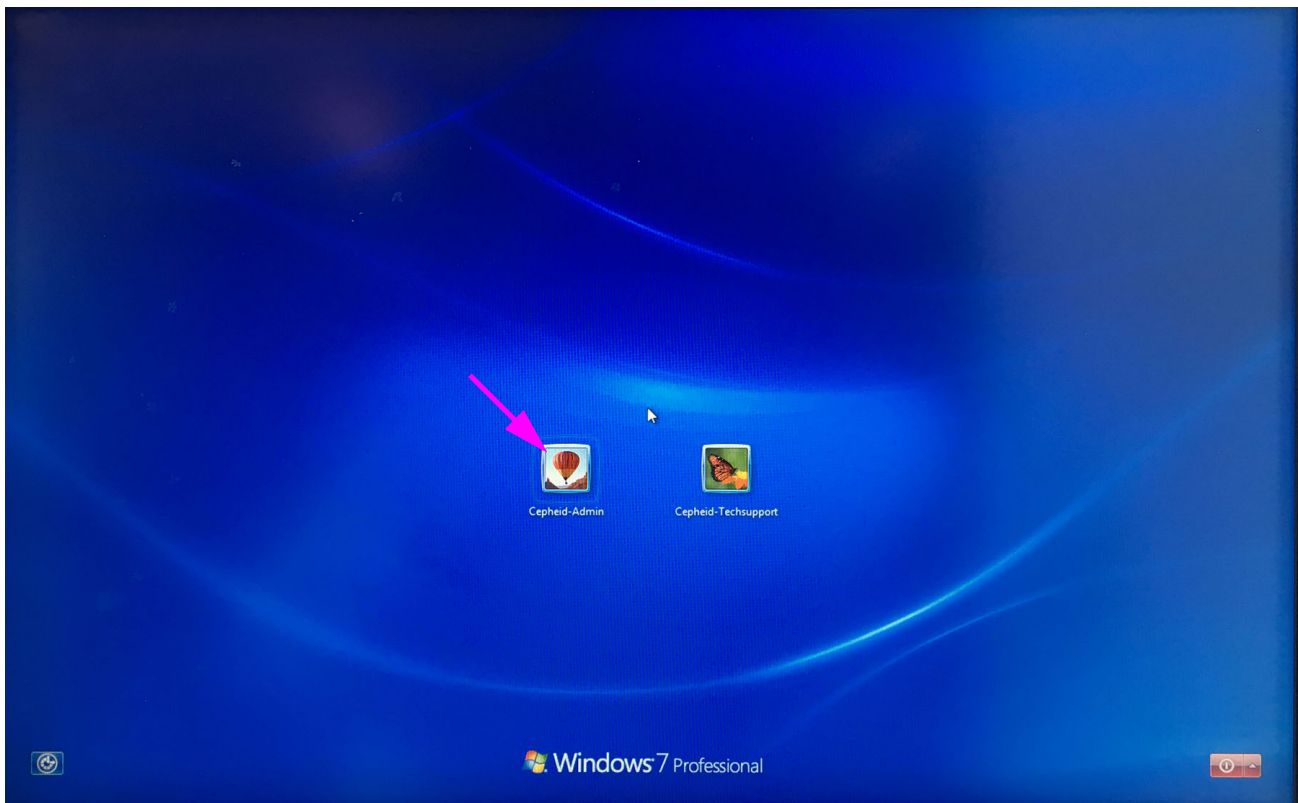
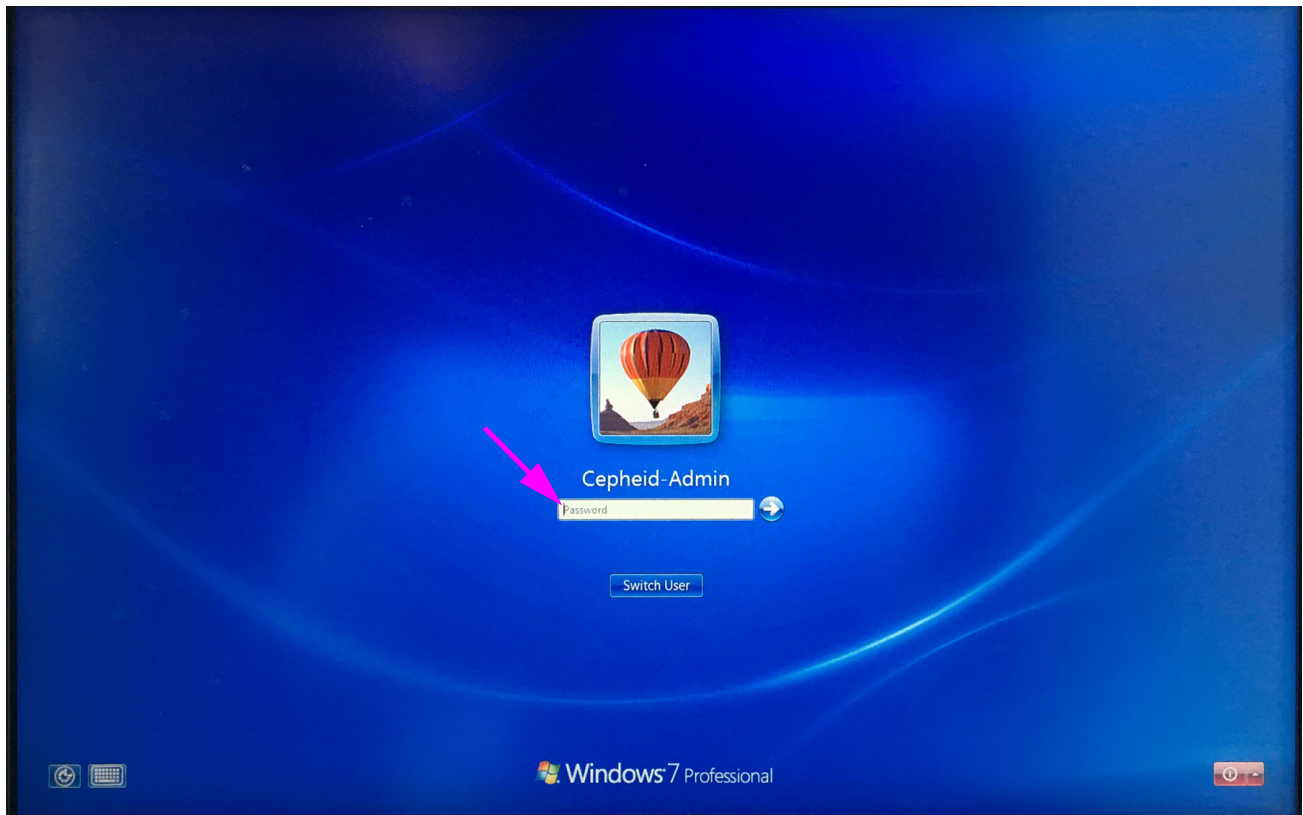

Figura 2-2. Ecrã de contas do Windows 7
Figura 2-3. Ecrã de palavra-passe do Windows 7
1. No Windows 7, após o arranque, vai surgir o ecrã de contas do Windows. Ver Figura 2-2.
A conta **Cepheid-Admin** é utilizada para todas as tarefas do cliente, tais como a execução de testes, configuração do sistema e atualizações do software. A conta **Cepheid-Techsupport** destina-se a ser utilizada apenas pela Assistência técnica da Cepheid, como ilustrado na Figura 2-2.
2. No ecrã de contas do Windows, seleccione a conta de utilizador **Cepheid-Admin** (ver Figura 2-2). Aparece o ecrã de palavra-passe do Windows. Ver Figura 2-3.
3. No ecrã de palavra-passe do Windows (ver Figura 2-3), digite a palavra-passe. A palavra-passe predefinida é **cphd** e tem de ser alterada quando iniciar sessão pela primeira vez (tal como indicado pelo software). Depois de a palavra-passe ter sido alterada pelo administrador do sistema, introduza a palavra-passe atribuída para iniciar a sessão no futuro. Vai surgir o ecrã do ambiente de trabalho do Windows 7.